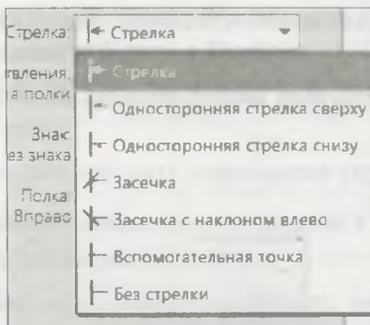

Рис. 13.12. Раскрытый список поля Стрелка
- поле **Стрелка** (рис. 13.12) с раскрытым списком;